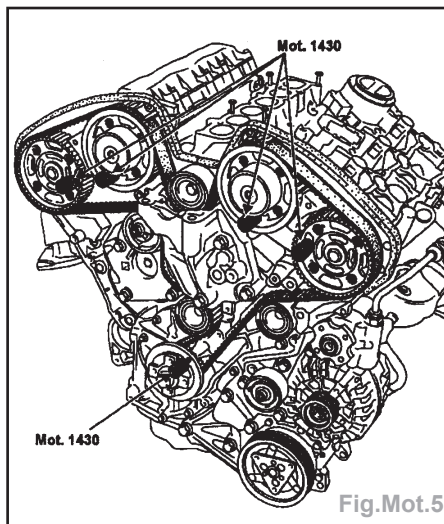

Fig.Mot.5
- Tourner le moteur dans son sens de fonctionnement afin de pincer le pignon de vilebrequin, ainsi que les arbres à cames à l'aide des pignes Mot.1430 (Fig.Mot.5).